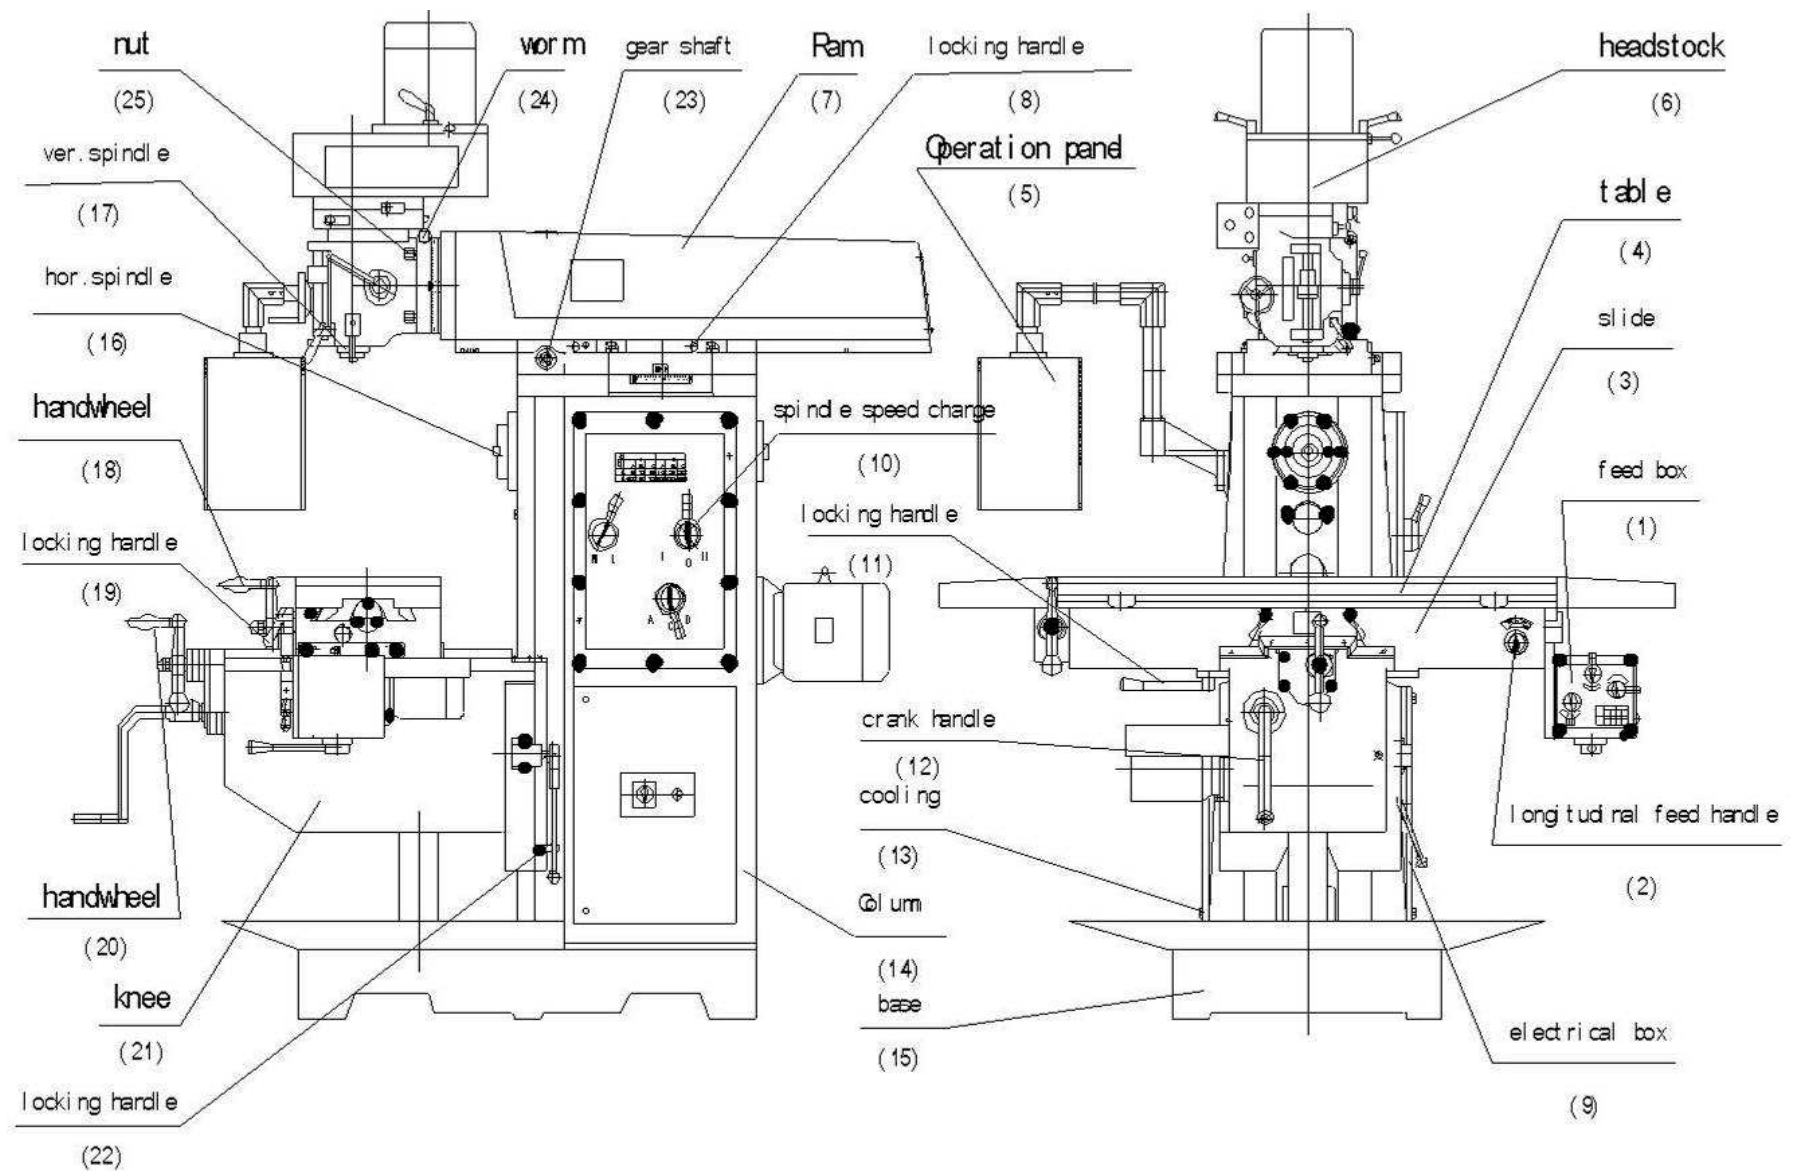

Рис. 1
Устройство станка: (См. Рис.1 на стр.7)
Внимательно изучите эту инструкцию. прежде чем приступить к работе на станке, ознакомьтесь со станком, назначением каждой кнопки, маховика, рукоятки и т.п., системы подвода СОЖ, системы смазки и электрической схемы (Рис. 1).
6.4.1 Ручное вертикальное перемещение стола (См. Рис.1).